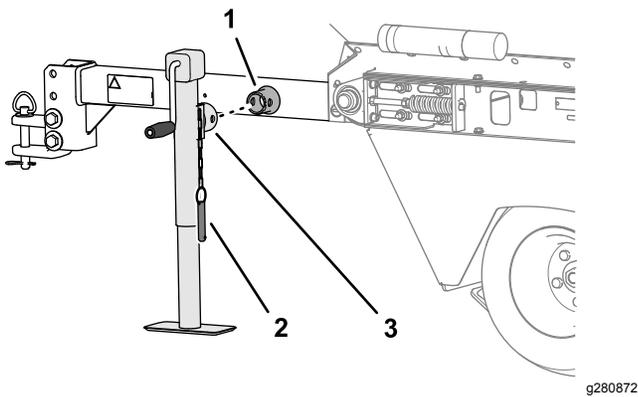

Figura 6
- Deslize o macaco para o tubo de montagem do macaco do garfo (Figura 6).
2. Alinhe os furos no macaco com os furos no tubo de montagem e prenda o macaco com o passador de forquilha (Figura 6).